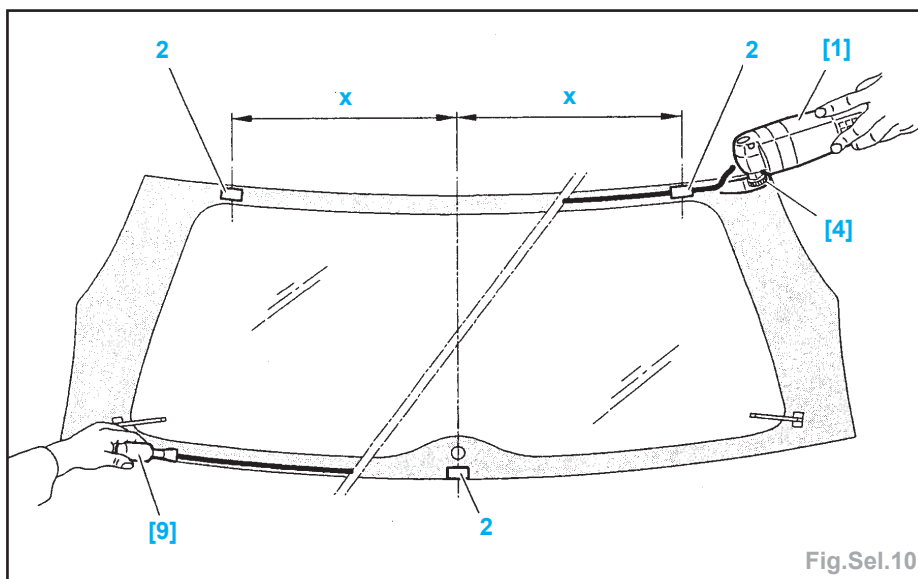

Fig.Sel.10
- Mettre en place les 3 cales (2) à la cote «X» = 300 mm (Fig.Sel.10).